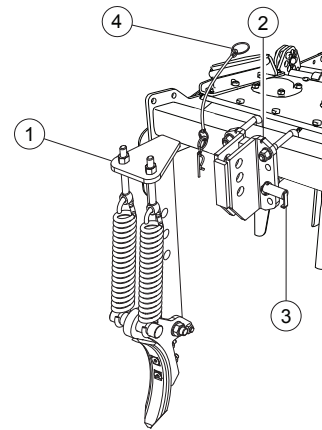

FIG. 15 Zinke "NO-STOP"
- Die Zinke (1, Fig. 15) in den zentralen Träger (2) einsetzen.
- Die Position mit dem Bolzen (3) blockieren.
- Den Bolzen (3) mit dem entsprechenden Stift (4) absichern.